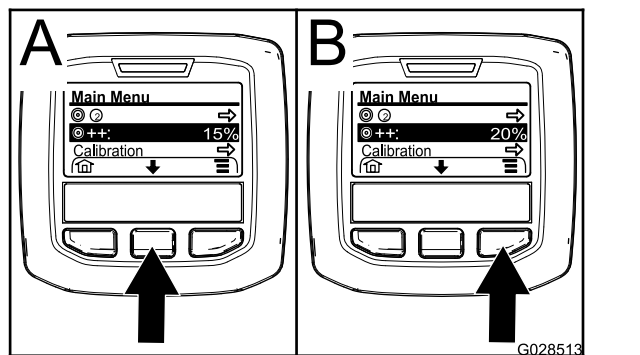

図 68
2. 必要に応じ、中央ボタンを押して散布率ブーストを表示させる 図 68。
注 散布率ブーストを示すアイコンは、的ターゲットを示す記号の右隣に表示される2つの記号です 図 68。
3. 右ボタン 図 68 を押すと、散布レートが5ずつ大きくなります最大20まで。